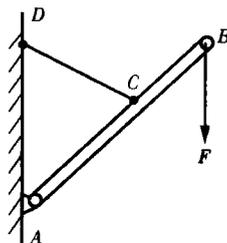

图 2-9
2. 画出图 2-9 所示杆件 AB 的受力图(AB 杆自重不计)。